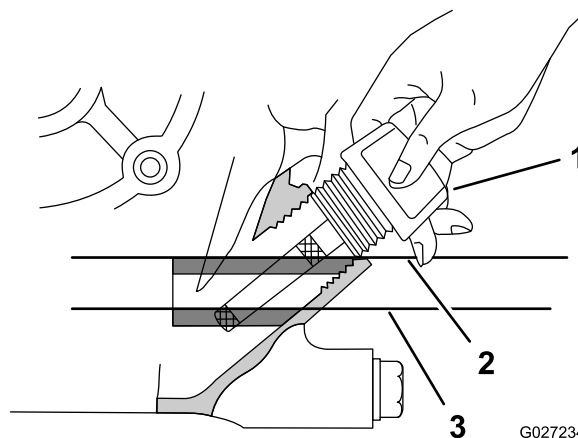

Figure 16
3. Insérez la jauge dans le moteur, comme montré à la Figure 16.